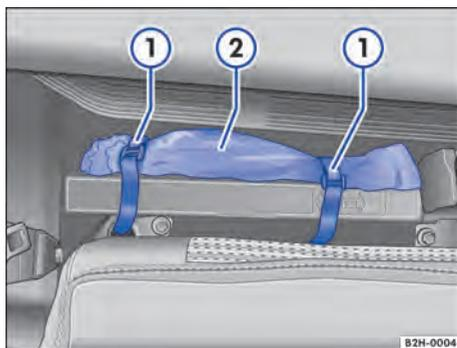

Fig. 139 Atrás do encosto do banco traseiro: bolsa com ferramentas de bordo.
- Soltar fechos de velcro → Fig. 139 ① e retirar a bolsa ②.